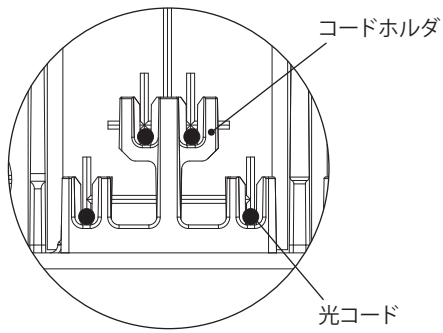

図 3
- ドロップケーブル・インドアケーブル・光コードをコードホルダの溝に根元まで挿入してください。(図3)